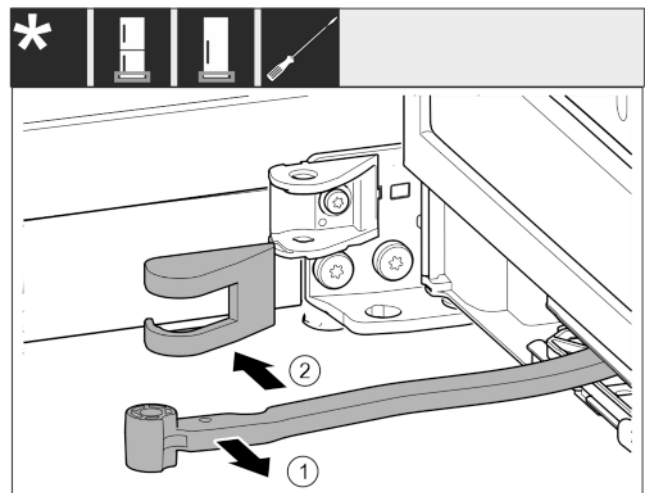

Fig. 13
- ▶ Завъртете шарнира в посока към вратата. Fig. 13 (1)
- ▶ Отстранете капака на лагерната стойка. *Fig. 13 (2)*